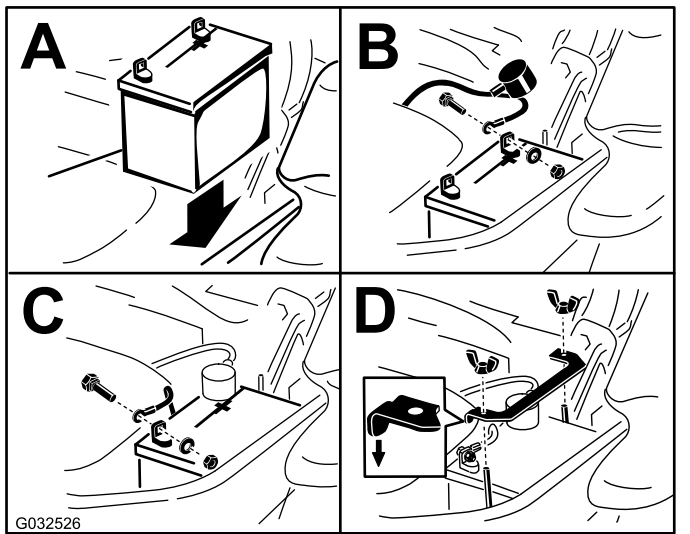

**Figura 73**
I fusibili sono posizionati sulla consolle a destra del sedile (Figura 73).
- Montate un fusibile nuovo (Figura 73).